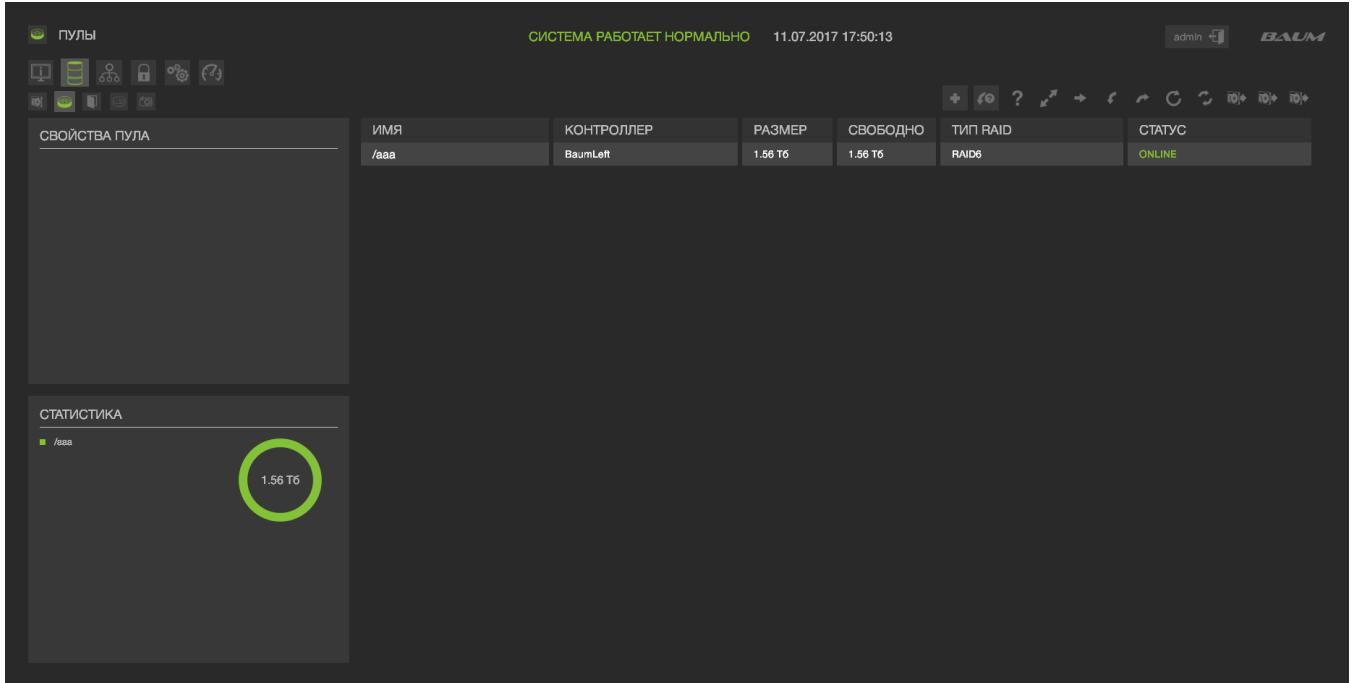

Рисунок 23 - Создание пула
- 1) Перейти на вкладку «Дисковое пространство» → «Пулы» (см. Рисунок 23).